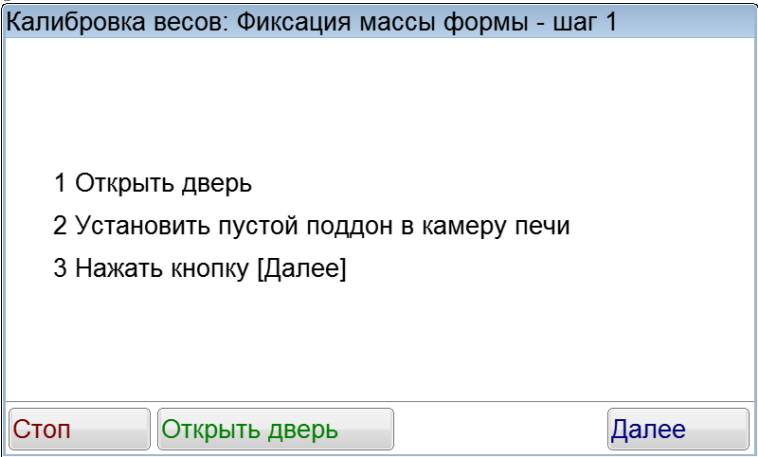

Рисунок 49 – Окно «Калибровка весов: Фиксация массы формы – шаг 1»
5.10.5 Нажать кнопку **[Калибровать]**. Откроется окно «Калибровка весов: Фиксация массы формы – шаг 1» (см. рисунок 49). Открыть дверь и установить пустой поддон в камеру печи и нажать кнопку **[Далее]**.